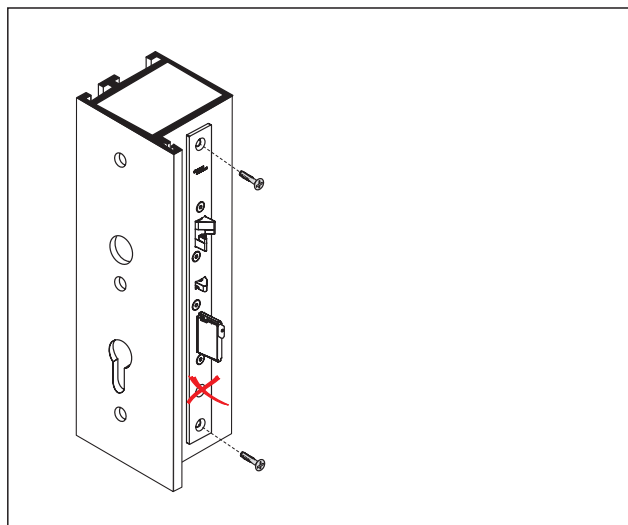

Fig. 18 Screw door lock tight
3. Screw the door lock tight (Fig. 18).